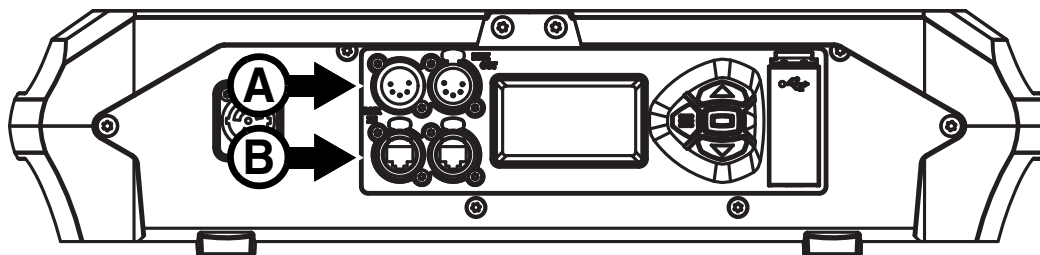

Figure 8 : Connexion de la télécommande
- une paire en XLR (**A**, Figure 8), et
- une paire en etherCON (**B**, Figure 8).
Le MAC Ultra Performance possède des embases XLR 5 broches à verrouillage (voir **A**, Figure 8) pour les entrées et les sorties DMX et RDM par câble DMX. Le brochage par défaut sur les deux embases est le suivant :
Le MAC Ultra Performance dispose d'embases Neutrik etherCON (voir **B**, Figure 8) qui acceptent les protocoles DMX et RDM sur Art-Net et sACN ainsi que le protocole vidéo Martin P3. Chaque embase peut être utilisée indifféremment en entrée ou en recopie.